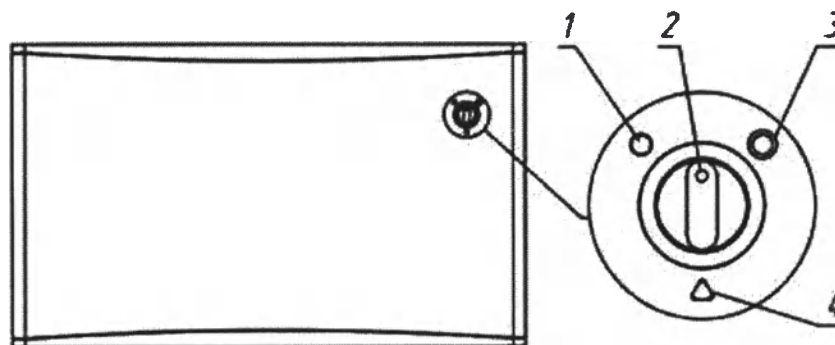

Рисунок 5.1 – Поворотный переключатель прибора:
5.1.1 Включение и отключение прибора осуществляется путем вращения переключателя на лицевой части прибора (рисунок 5.1). Основные режимы работы представлены в таблице 5.1.